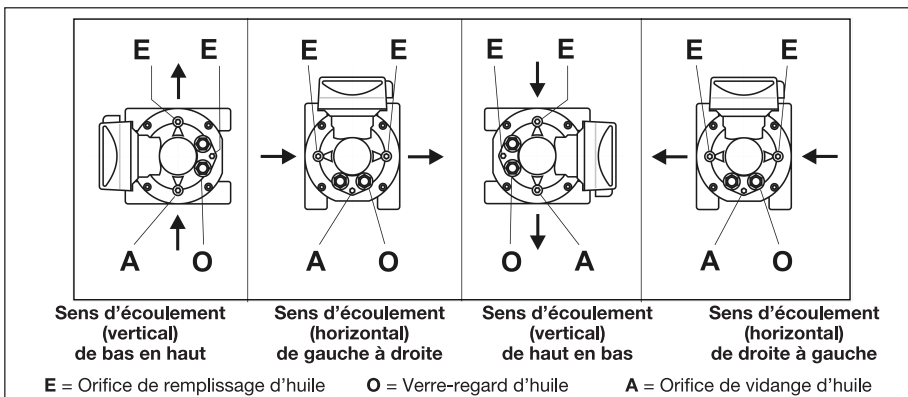

Fig. 7 : Positions d'utilisation admises, remplissage d'huile et indication du niveau d'huile (type RVG)
- Trois orifices de remplissage et de vidange d'huile et deux verres-regards sont disponibles sur la face avant et (en option) sur la face arrière du compteur (fig. 7).
- Dévissez la vis de remplissage (E, fig. 7) installée dans le couvercle du corps avant.
- Retirez une vis de remplissage (E) dans le couvercle du corps arrière, afin que l'huile puisse s'écouler plus facilement dans la chambre à huile arrière.